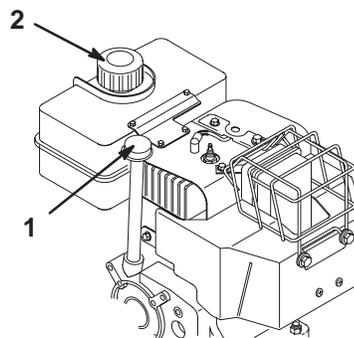

Bild 19
2. Reinigen Sie den Bereich um den Peilstab (Bild 19).
3. Entfernen Sie den Peilstab, indem Sie den Deckel entgegen dem Uhrzeigersinn drehen und ihn herausziehen (Bild 19).
1. Reinigen Sie den Bereich um den Kraftstofftankdeckel (Bild 19).